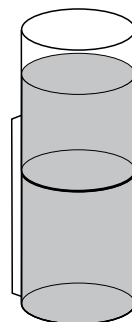

Fig. 2
- Filterwechsel vornehmen! (Fig. 2)